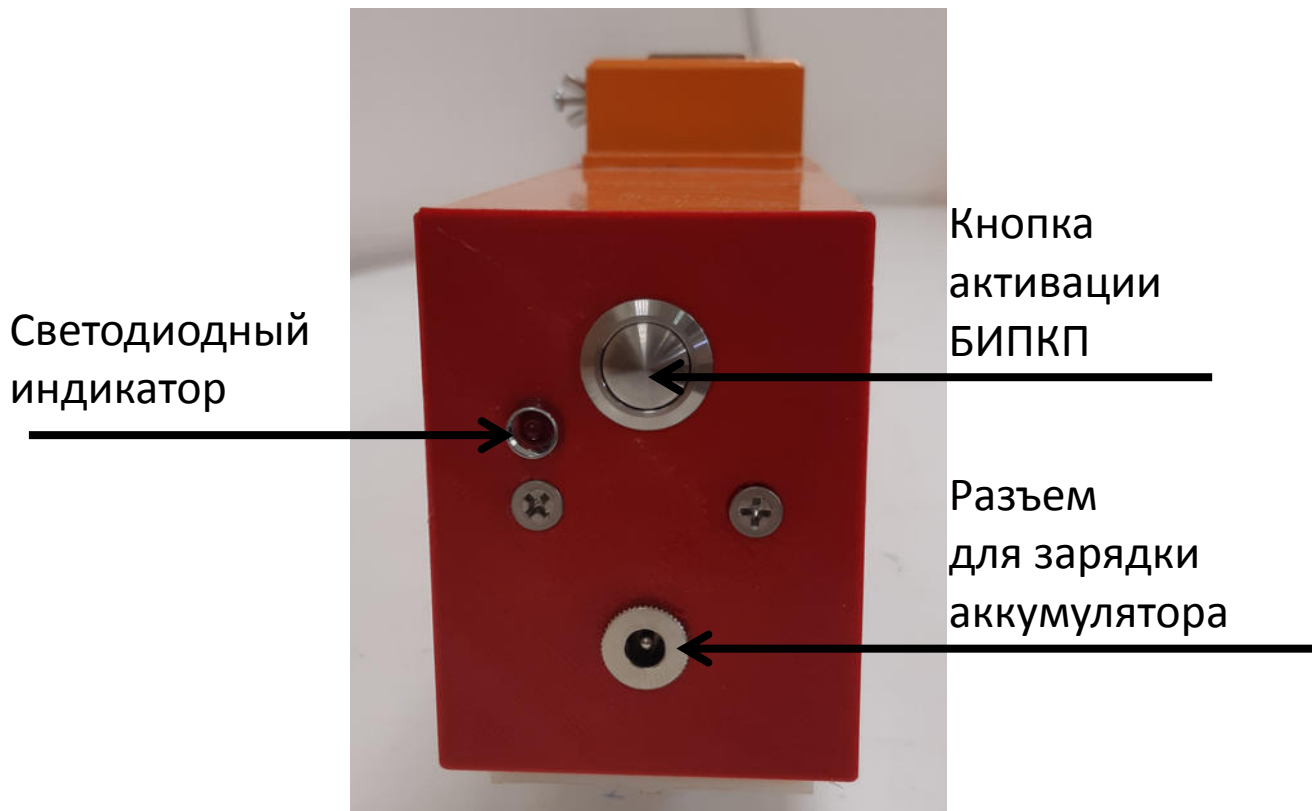

Рисунок 2. Элементы управления, сигнализации и коммутации БИПКП.
2.2.2 Назначение элементов управления, сигнализации и коммутации БИПКП указано на Рис.2.